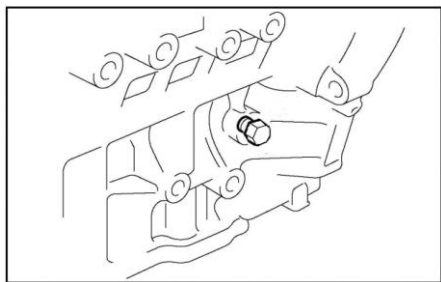

Рисунок II-180
5. Отверните сливную пробку и наклоните блок цилиндров, чтобы слились остатки. ((см. Рисунок II-180))